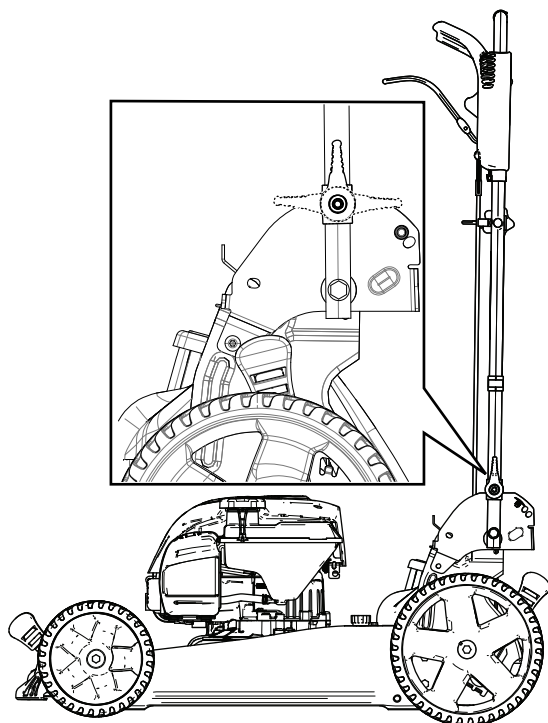

Figura 22
2. Dobre o manípulo para a frente para a posição vertical ou totalmente para a frente como se mostra na Figura 22.